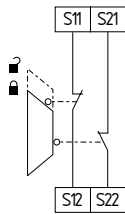

Fig. 6
**Control de monitorización de un resguardo de seguridad de dos canales con dispositivo de enclavamiento según EN 1088 (véase fig. 6)**